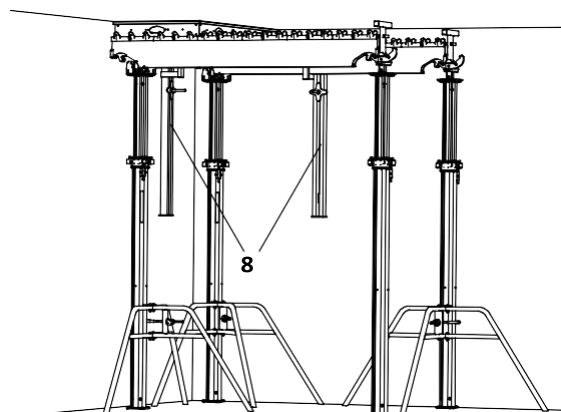

Fig. A4.06
2. Осигурете откъм стената трегера SLT и панела с държача SWH-2 (8). (Fig. A4.06)